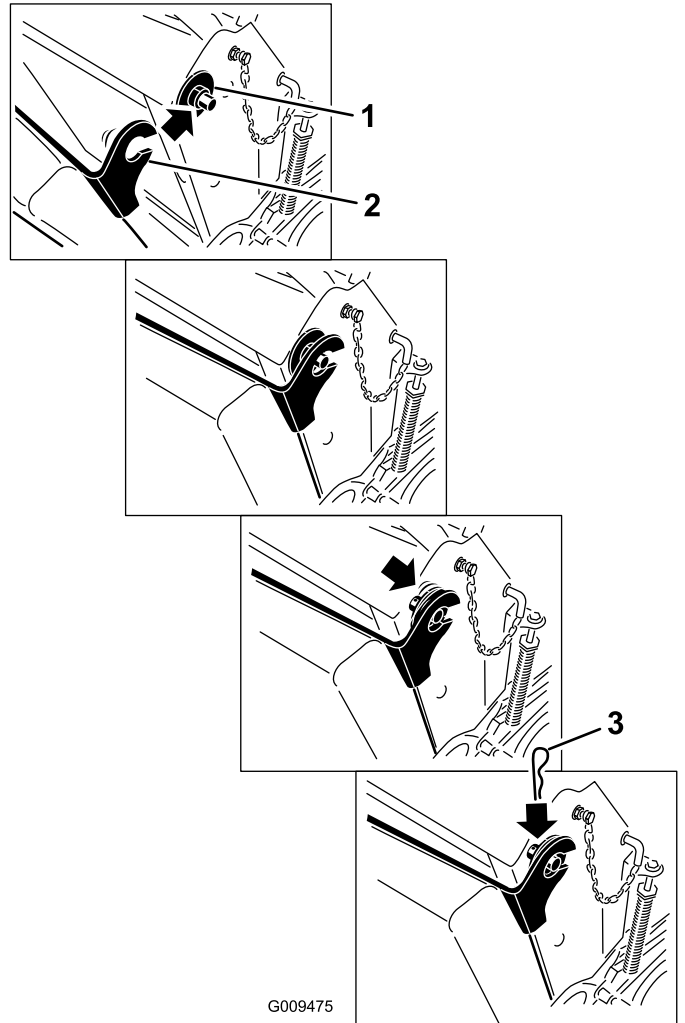

Figure 35
6. Relevez le coussin et glissez-le sur les goupilles de chaque côté de la machine (Figure 35).
7. Glissez les bagues en plastique avec les grandes rondelles dans les supports du coussin et fixez-les en place avec une goupille fendue (Figure 35).